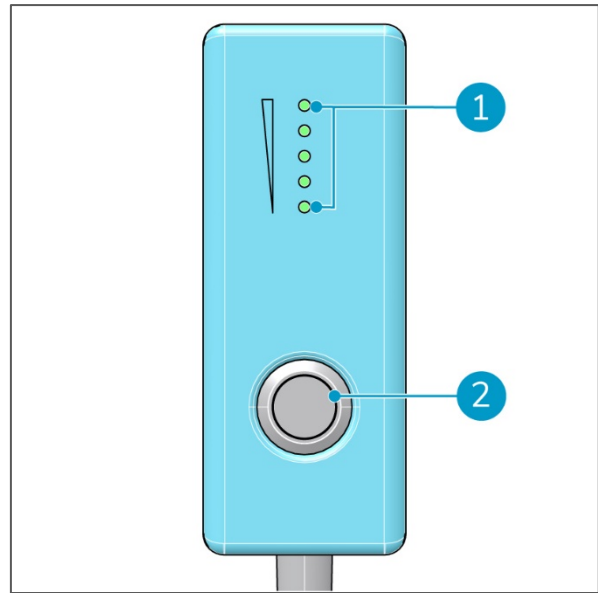

Figura 5
1. Visor do estado de alimentação da bateria (Figura 5, posição 1). Os LED azuis indicadores do estado de alimentação da bateria estão ligados durante a utilização normal. Quando a bateria está totalmente carregada, todos os LED azuis estão acesos; à medida que as baterias se vão descarregando, os LED azuis apagam-se um a um.
2. Botão ligar/desligar (Figura 5, posição 2).